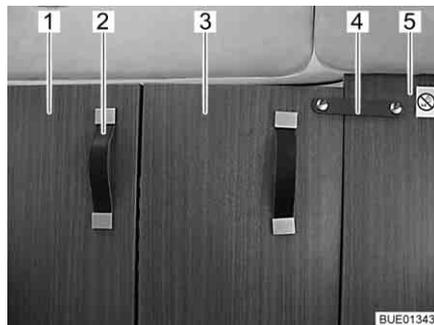

Fig. 57 Separação da cabina do condutor, fechada
- Puxe completamente para dentro a separação da cabina do condutor (Fig. 57,1) agarrando na pega (Fig. 57,2).
- Prenda a parte articulada da separação da cabina do condutor (Fig. 57,3) com a correia de segurança (Fig. 57,4) na parede divisória fixa (Fig. 57,5) por trás do banco do passageiro.